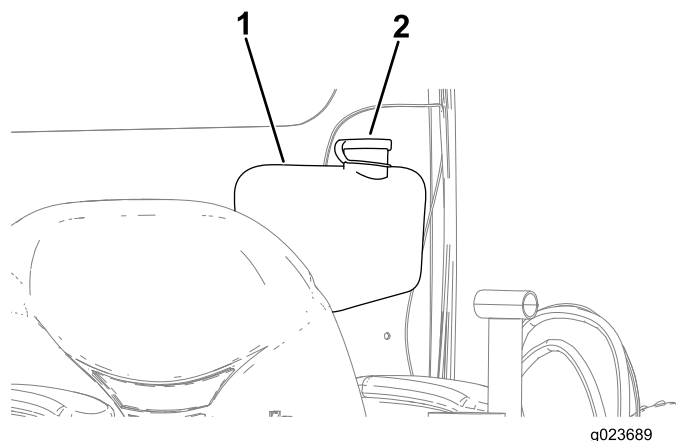

Bild 131
2. Öffnen Sie den Deckel am Behälter der Scheibenwaschanlagenflüssigkeit (Bild 131).
3. Füllen Sie den Behälter für die Scheibenwaschanlagenflüssigkeit, bis er voll ist (Bild 131).
4. Schließen Sie den Behälterdeckel für die Scheibenwaschanlagenflüssigkeit (Bild 131).